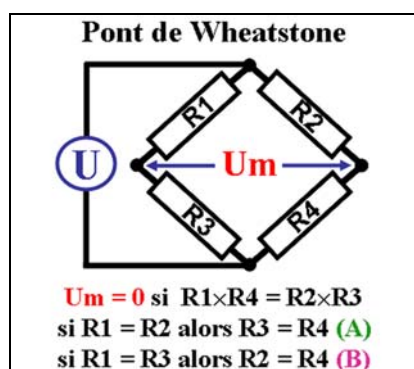

Figure 1
Le système est manuel et utilise un pont de mesure dérivé du pont de Wheatstone dont le principe est basé sur les lois de Kirchhoff. Il est résumé sur la figure 1.
Les condensateurs C_1 permettent de mesurer des réactances inverses, c'est-à-dire que la variation de CV correspondra à une plage de réactances selfiques et capacitives. Nous avons ici la configuration (A) de la figure 1 pour le pont d'impédance et la configuration (B) pour le pont d'admittance. Dans les deux cas, les résistances égales sont remplacées par un transformateur. Les rapports P/Q (gamme de mesure) sont obtenus avec des prises sur ces transformateurs. Les schémas se compliquent beaucoup quand on ajoute les commutations de gammes et encore plus pour des ponts universels (impédance et admittance).